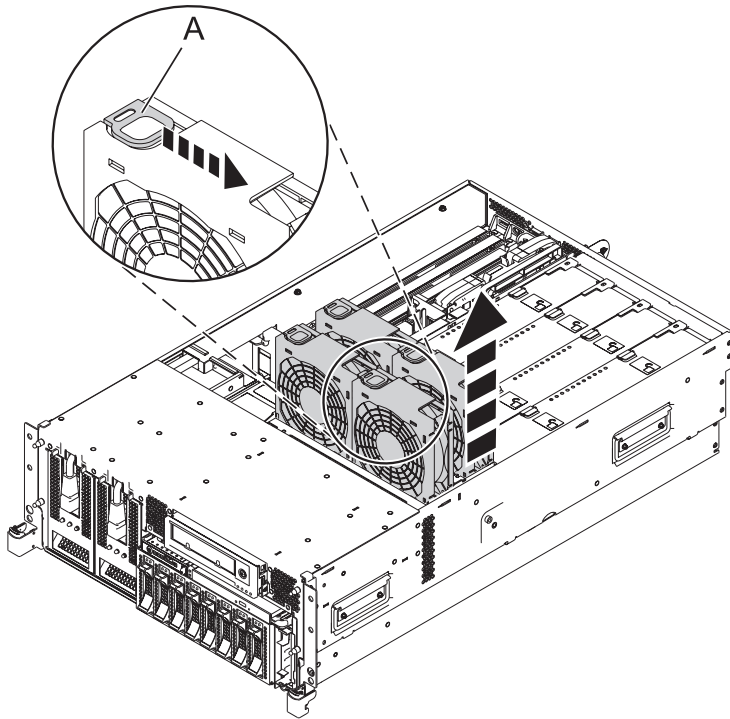

Figura 2. Removendo o Ventilador do Compartimento do Ventilador
- a. Para remover os ventiladores, aperte a guia (A) e levante o ventilador para fora do compartimento do ventilador conforme mostrado na Figura 2 na página 5.